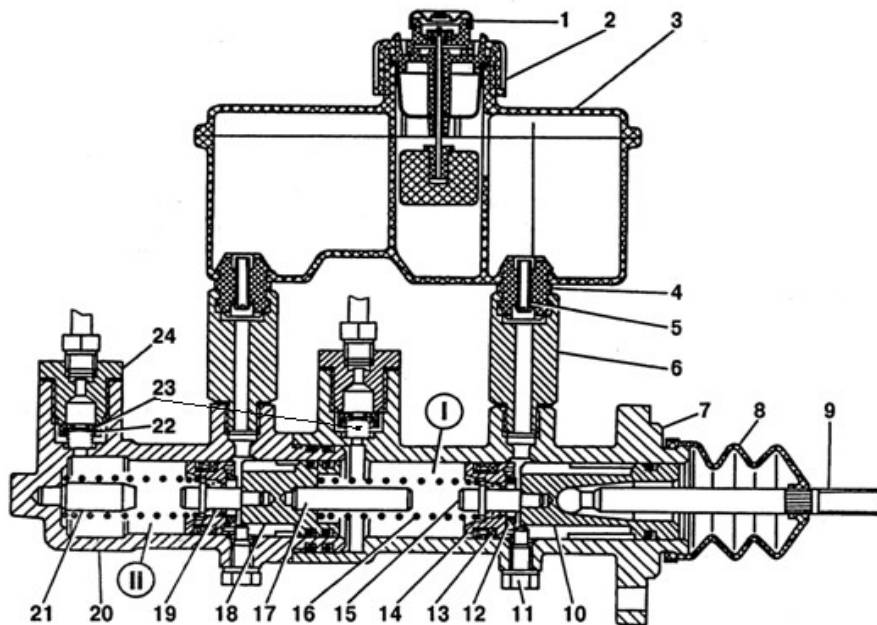

Рис.6.24 Главный тормозной цилиндр
Бачок главного тормозного цилиндра имеет датчик, сигнализирующий о падении уровня тормозной жидкости (сигнал выводится на контрольную лампу комбинации приборов), а в главном тормозном цилиндре (рис. 6.24) сделаны две независимые полости с двумя поршнями. Два независимых контура выполнены для безопасности: в случае повреждения одного из них (утечка жидкости или повреждения трубопровода), второй остаётся в действии.
**ВНИМАНИЕ!** При замене главного тормозного цилиндра, для обеспечения его совместной работы с дисковыми тормозами, необходимо удалить из него клапана избыточного давления (см. поз. 23 рис. 6.24).